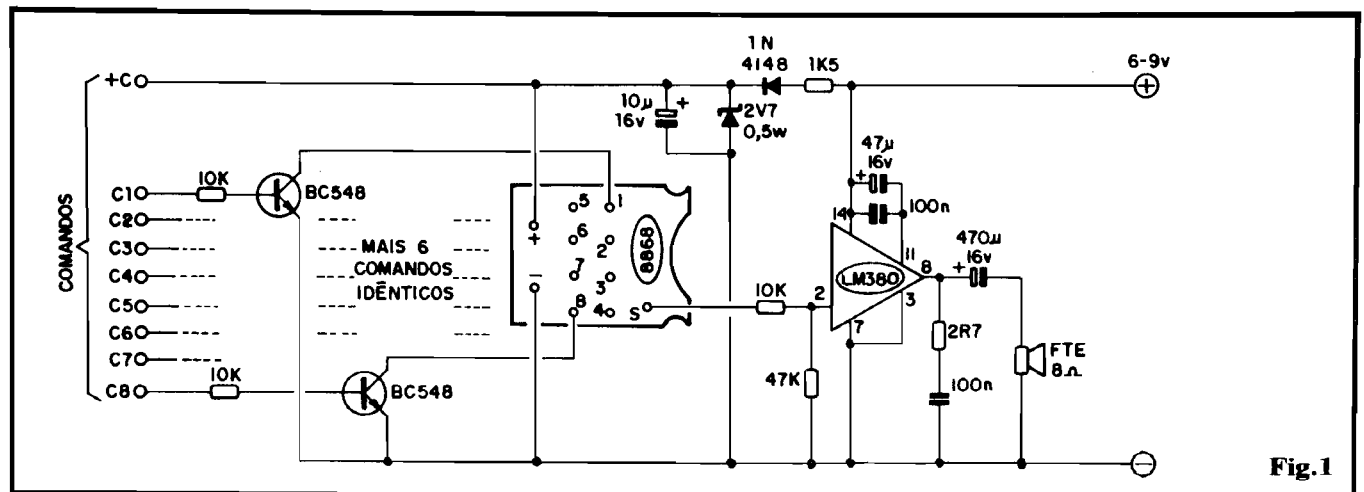

Fig. 1
- FIG. 1 - DIAGRAMA ESQUEMÁTICO DO CIRCUITO DO "MOGES" - Em bloco, na região central do desenho, vemos o módulo placa/chip removido do chaveirinho, e já adaptado (detalhes na próxima figura). Em seguida temos o circuito de amplificação de Potência (centrado num Integrado LM380). À esquerda do módulo 8868 (ou equivalente) vemos as chaves eletrônicas, cada uma delas (num total de 8) baseada em um BC548 protegido em base por resistor de 10K... Observem que a alimentação do módulo de amplificação pode situar-se entre 6 e 9 volts, enquanto que a alimentação de baixa Tensão (2,7V) necessária ao módulo da placa/chip é obtida de um circuito de desacoplamento, redução e estabilização a zener, que protege e assegura ao módulo gerador a sua Tensão de trabalho, mesmo que a alimentação geral varie entre 6 e 12V, sem problemas... Os comandos individuais dos sons (ver Tabela), para serem ativados, devem ser "positivados", ou seja, ligados ao ponto +C. Essa ativação (como veremos mais adiante) pode ser implementada com simples